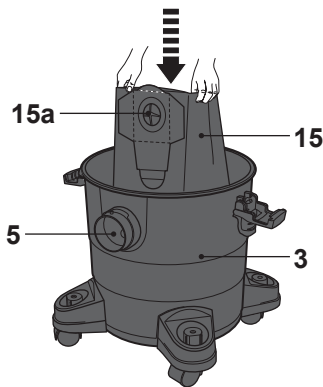

Fig. 6
- > Coloque o saco de pó (15) no depósito (3). Certifique-se de que a abertura do saco de pó (15a) fica colocada no topo.
- > Segure as abas laterais da abertura do saco de pó (15a) e deslize a abertura do saco de pó (15a) para a abertura interior da entrada de ar (5) (Fig. 6). Certifique-se de que a conexão está bem selada.